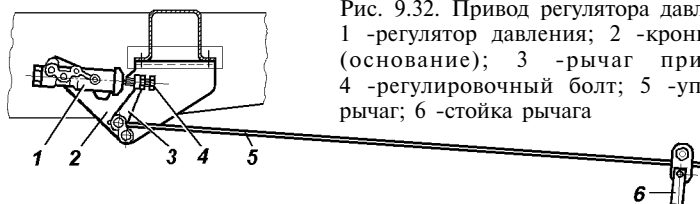

Рис. 9.32. Привод регулятора давления:
В процессе эксплуатации и при замене задних рессор необходимо регулировать усилие упругого рычага 5 (рис. 9.32) на поршень регулятора. Регулировку производите в следующей последовательности:
4. Доверните болт 4 (см. рис. 9.32) на 2 и 1/3 оборота (14 граней головки болта).